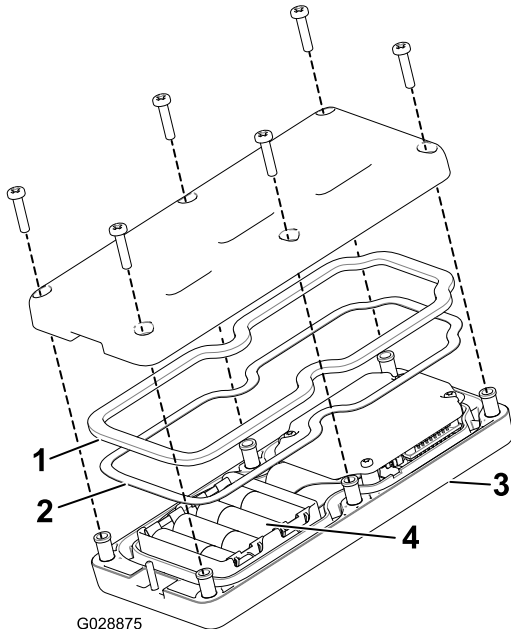

Figure 12
2. Placez chaque pile dans un des emplacements du logement en respectant la polarité. (Si les piles ne sont pas installées correctement, la télécommande ne sera pas endommagée, mais elle ne fonctionnera pas). Les marquages de polarité sont gravés sur le logement pour chaque borne (Figure 12).
télécommande puis remettez le couvercle arrière en place (Figure 12).
4. Fixez le couvercle avec 6 vis (Figure 12) serrées à un couple de 1,5 à 1,7 N·m.